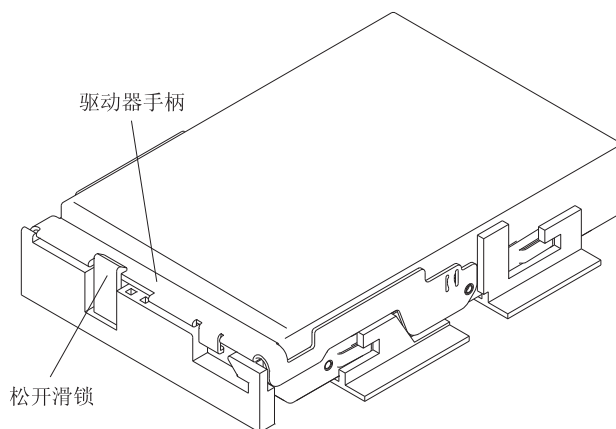

图 75. 将驱动器锁定到位
- c. 竖直放下驱动器；然后向下旋转驱动器手柄，直至驱动器在驱动器释放杆下方咬合到位。请参阅图 75。